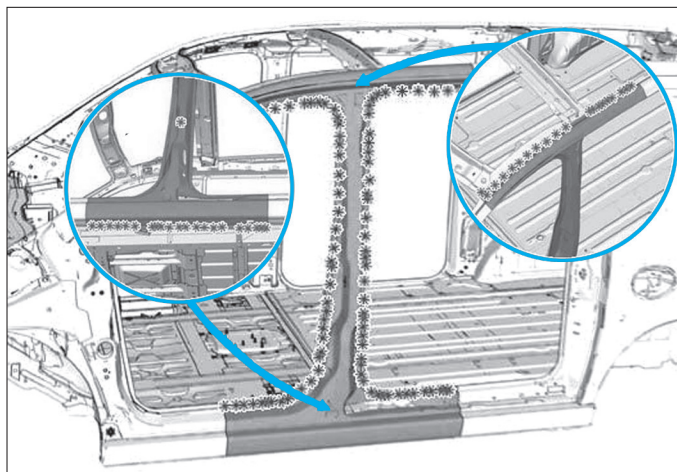

FIG. 57
- Découper les points au diamètre de 8 mm (Fig.57).